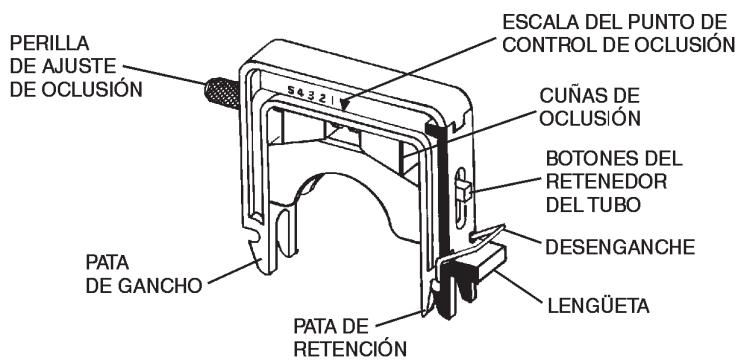

FIGURA 5 CONJUNTO DE CARTUCHO
1. Gire la perilla de ajuste de oclusión (vea la Figura 5) hacia la izquierda para abrirla al máximo. Este paso no es necesario cuando la oclusión está fijada en el ajuste de fábrica o si ya se fijó bien la oclusión durante el bombeo anterior.
- Haga girar el cartucho con el tubo sobre el rotor y empuje la lengüeta hacia abajo (vea la Figura 5) hasta que se cierren los enganches (vea la Figura 7E). **Nota:** Apriete el cartucho hacia abajo según sea necesario en el lugar indicado en la Figura 7E para facilitar el enganche y desenganche.
- Empuje hacia abajo el lado de enganche del cartucho (vea la Figura 7E) y tire de la pata de enganche hacia afuera para desenganchar de la varilla. El desenganche (vea la Figura 5) puede pulsarse hacia abajo como ayuda en este proceso según se deseé.